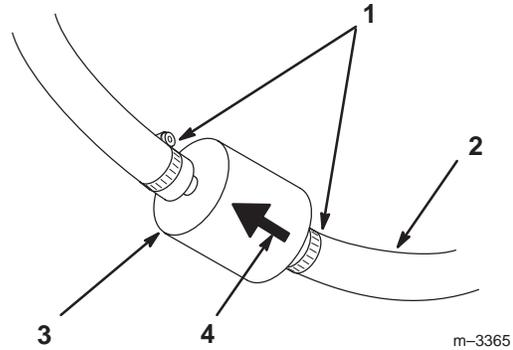

Bild 42
- Drücken Sie die Enden der Schlauchschellen zusammen und schieben sie vom Filter weg (Bild 42).